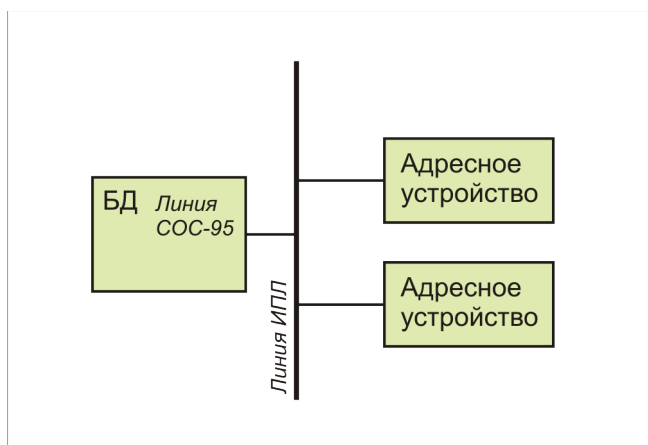

Рисунок 7
- электропитание БД от встроенной аккумуляторной батареи, когда в ИПЛ нет источника напряжения, в этом случае питание всех устройств осуществляется от БД (рисунок 7).